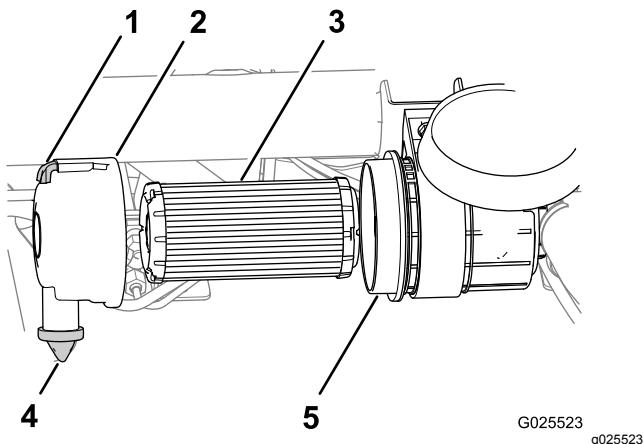

図 40
1. ラッチを引いて外し、カバーを左にひねってポディーからはずす 図 40。
3. ハウジングからエアフィルタを外す 図 40。
4. エアフィルタのカバーとハウジングの内部をきれいに拭く 図 40。
5. カバーについているゴム製のダストバルブを取り外す 図 40。
6. エアクリーナのカバーについている異物排出ポートとダストバルブの内部を清掃し、ダストバルブを元通りに取り付ける 図 40。
8. エアフィルタをポディー内部にしっかり取り付ける。Elementの外側のリムを軽く押さえて確実にハウジングに密着させる 図 40。
9. エアフィルタのカバーをダストバルブの6時の位置カバーの左側から見た時の位置に合わせる 図 40)。
10. エアフィルタにラッチを掛けて固定する 図 40。